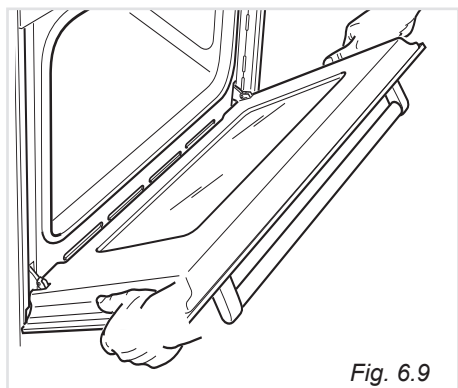

Fig. 6.9
- Impugnare la porta come illustrato in fig. 6.9.